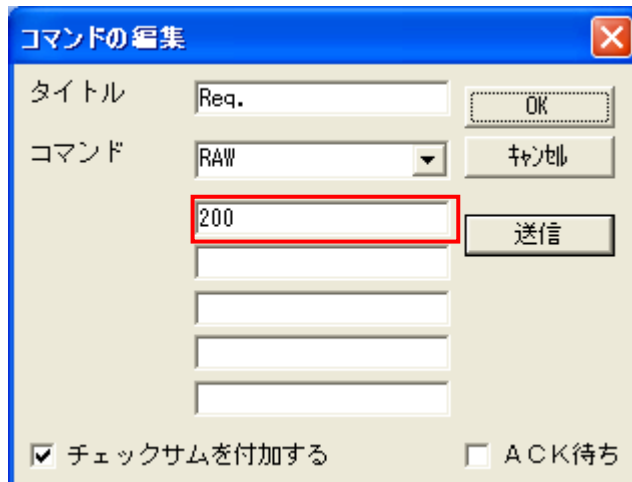

図 4. コマンドの編集画面
(1) Req ボタンの右にある">"のボタンを押してください。
(2) コマンドの編集という小さいウィンドウが表示されます。
(3) 図 4 赤枠の部分が送信周波数の設定値となっています。希望の値をセットして送信ボタンを押してください。